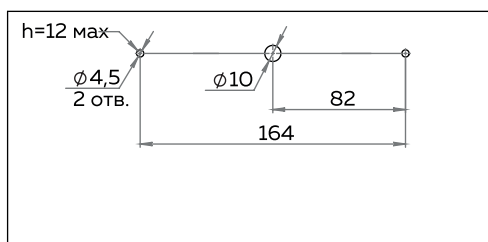

Рисунок 11
6 В дверном полотне подготовить отверстия для крепления пластины, ④ как показано на рис.11.